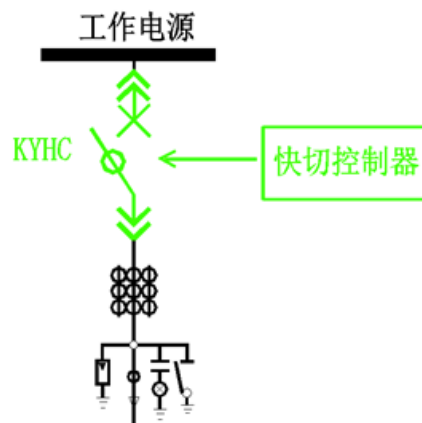

图 1 快速隔离原理图
快切控制器实时监测母线运行电压和进线回路电流，一旦工作系统发生短路、失电或电压暂降时，快速判断出故障类型和故障区域。根据运行方式的不同，实现预设的故障隔离或线路切换。KYHC 快切装置常用的故障隔离及线路切换有以下五种切换方案，见图 1 至图 5。
1) 快速隔离：图 1 所示，对发生故障的用电设备进行快速切除，隔离故障点，保护用电设备，保障电网安全。